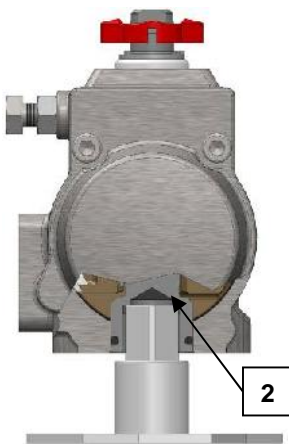
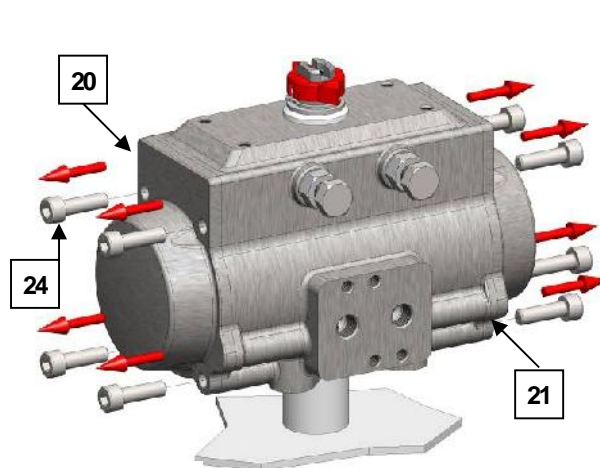

Fig.1
Fig.2
4. Posizionare l'attuatore su di una attrezzatura idonea con maschio di pari quadro all'attacco femmina del pignone ( 2 ) vedi Fig. 1, in modo tale da eseguire più facilmente le operazioni di seguito elencate;
5. Prima di iniziare lo smontaggio **verificare** attraverso l'etichetta sul corpo se l'attuatore è a doppio (DA) o a semplice effetto (SR);
6. - Per **ATTUATORE DOPPIO EFFETTO** : Svitare in ordine incrociato le viti ( 24 ) di fissaggio dei tappi ( 20-21 ) vedi Fig. 2 ;
- Per **ATTUATORE SEMPLICE EFFETTO** : Svitare **GRADUALMENTE** in ordine incrociato le viti ( 24 ) di fissaggio dei tappi ( 20-21 ) vedi Fig. 2 ;